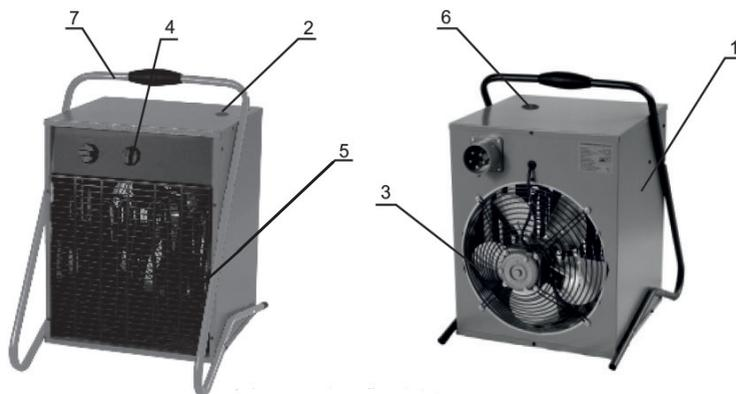

рис. 1
Общий вид тепловентилятора представлен на рис.1
6.2 Несущая конструкция тепловентилятора состоит из корпуса (поз.1 рис.1) и крышки (поз.2 рис.1). Вентилятор (поз.3 рис.1) расположен в задней части устройства. Органы управления вынесены на панель шасси (поз.4 рис.1). Трубчатые нагреватели расположены внутри корпуса между вентилятором и решеткой (поз.5 рис.1), закрывающей их с лицевой стороны тепловентилятора. Тепловентилятор оснащен кнопкой «RESET» (поз.6 рис.1). Тепловентилятор оснащен трубчатой ручкой-кронштейном (поз.7 рис.1), который можно использовать как для переноски, так и для удобного монтажа на стену.